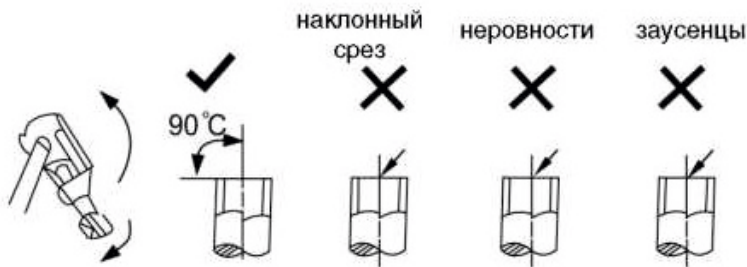

Рис.9
1.2.1. Полностью удалите все заусенцы со среза трубы (рис.9).